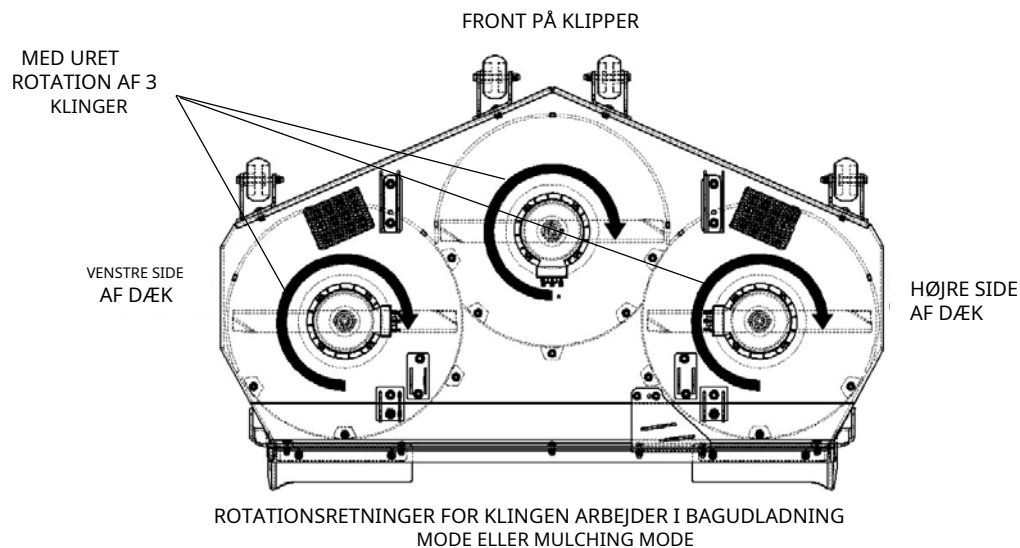

Fig. Z2
**BEMÆRK:** Det venstre blad kan dreje mod uret eller med uret, når barkpladerne er monteret. (Fig. Z2)